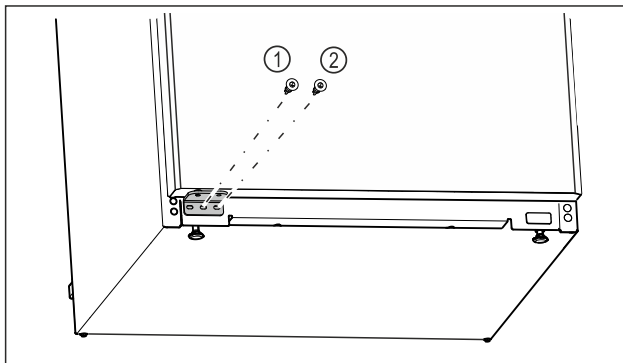

Fig. 18
- ▶ Csavarozza a helyére a csapágybak középső csavarját Fig. 18 (1) Torx 20 csavarhúzóval.
- ▶ Csavarozza a helyére a csapágybak belső csavarját Fig. 18 (2) Torx 20 csavarhúzóval.